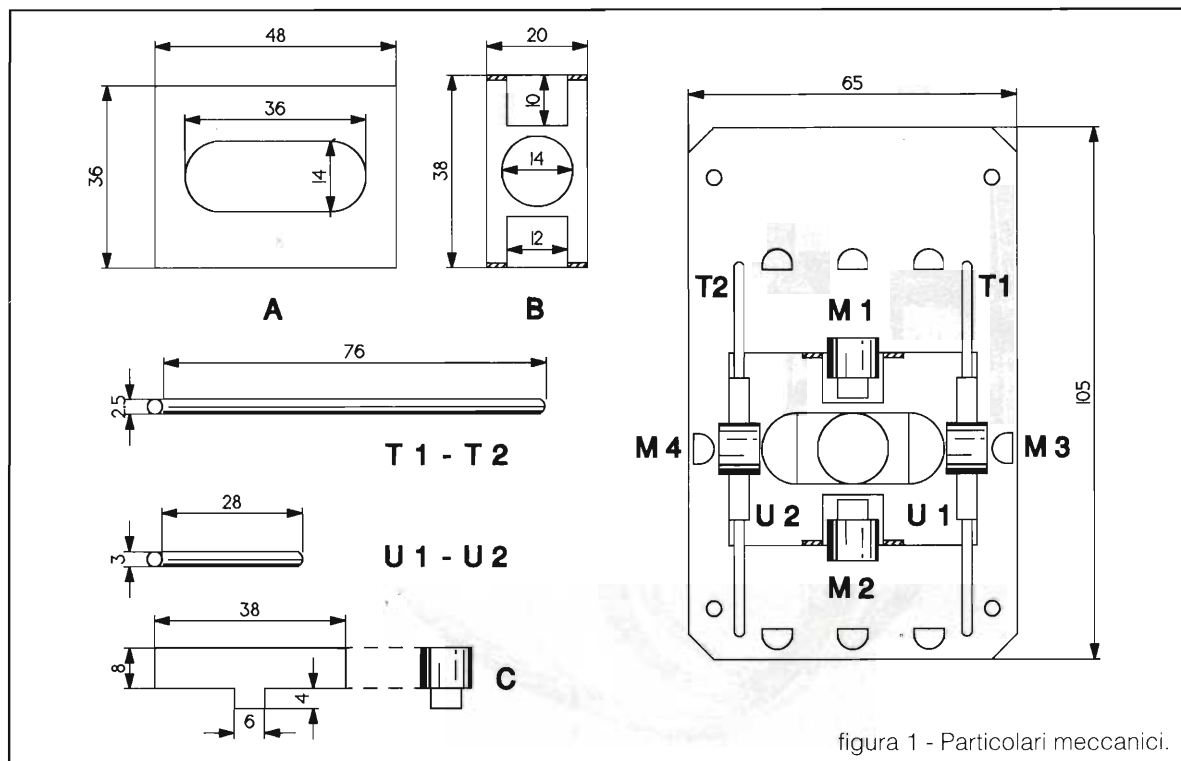

figura 1 - Particolari meccanici.
Tale slitta è composta da due pezzi (A e B) illustrati in figura 1, e sui quali vengono saldati i supporti cilindrici (C) dei magnetini che eccitano le sonde.
Di questi integrati ne sono stati impiegati otto: sei per le marce e due per la posizione di folle. La loro disposizione è indicata sulla basetta D di figura 1.
Ora si può passare alla preparazione di tutti i particolari disegnati in figura 1, ben inteso dopo avere apportato alle quote segnate le opportune correzioni suggerite dalla verifica "sul campo".
L'ultimo disegno della figura 1 rappresenta tutto l'insieme meccanico montato sulla basetta D e su questa si vedono posizionate anche le 8 sonde e il connettore strip a sette poli.